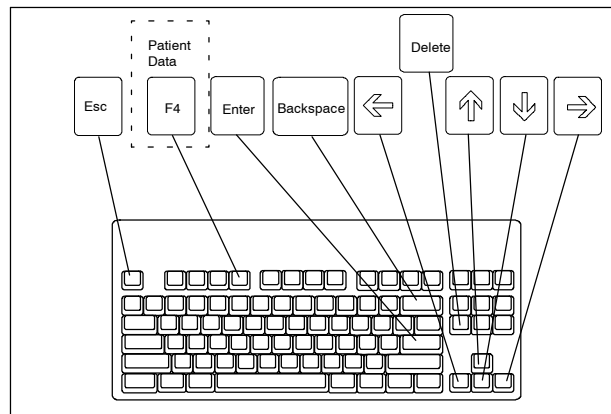
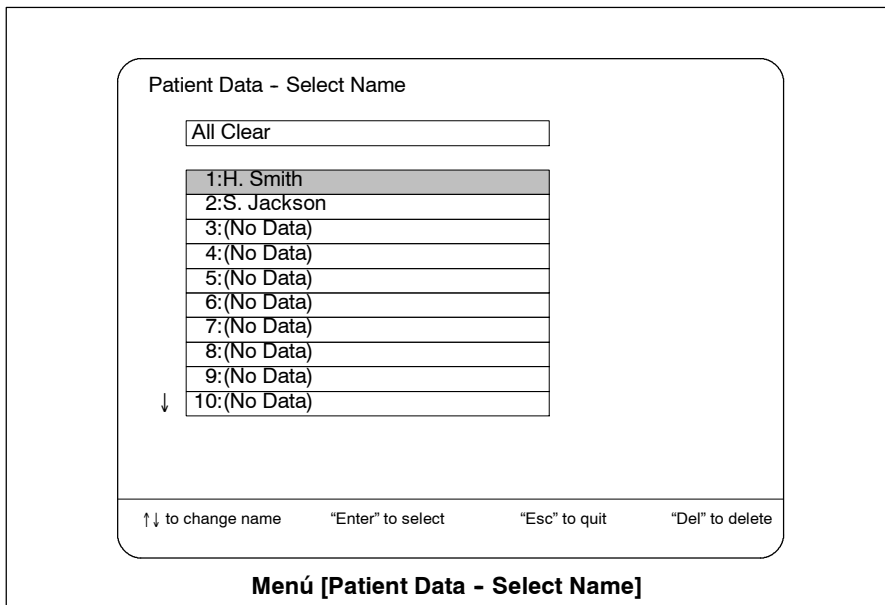

Figura 6.28
Figura 6.29
1. Pulse la tecla F4 (Patient Data) del teclado (ver figura 6.28). El menú [Patient Data - Select Name] aparecerá en la pantalla (ver figura 6.29).